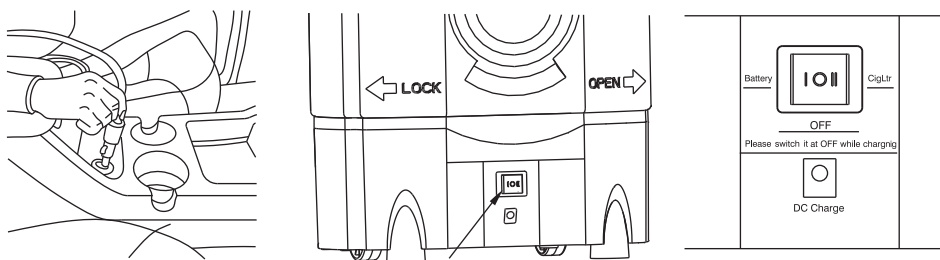

Рис.4
- Наполните ёмкость мойки водой. Вставьте штекер в гнездо прикуривателя автомобиля, далее переведите переключатель на мини-мойке в положение (II-“CigLtr”), если Вы хотите включить минимойку автономно, от встроенной аккумуляторной батареи, переведите переключатель в положение (I-“Battery”). - (рис.4)